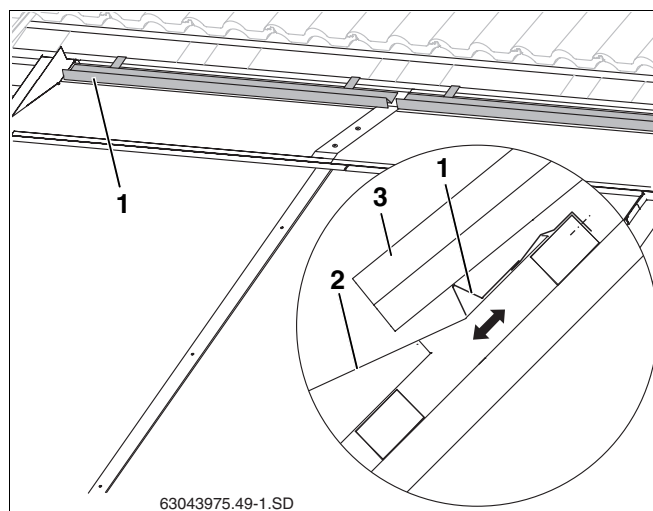

Fig. 59 Colocación y fijación del soporte de las tejas
- cubra el máximo espacio posible sobre la chapa protectora (fig. 59, **pos. 2**), sin tocarla.
- ▶ Coloque el soporte de las tejas (fig. 59, **pos. 1**) conforme a la posición determinada y fíjelo al listón del tejado.
- ▶ Coloque las tejas recortadas (fig. 59, **pos. 3**).